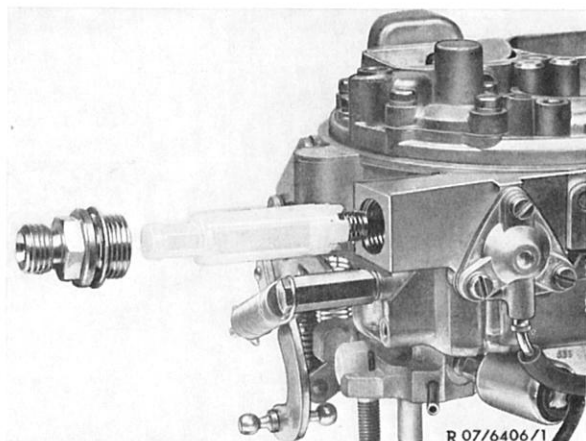

Bild 07–26/12
4. Im Kraftstoffzulauf befindet sich ein Kraftstoffsieb (Bild 07–26/12).